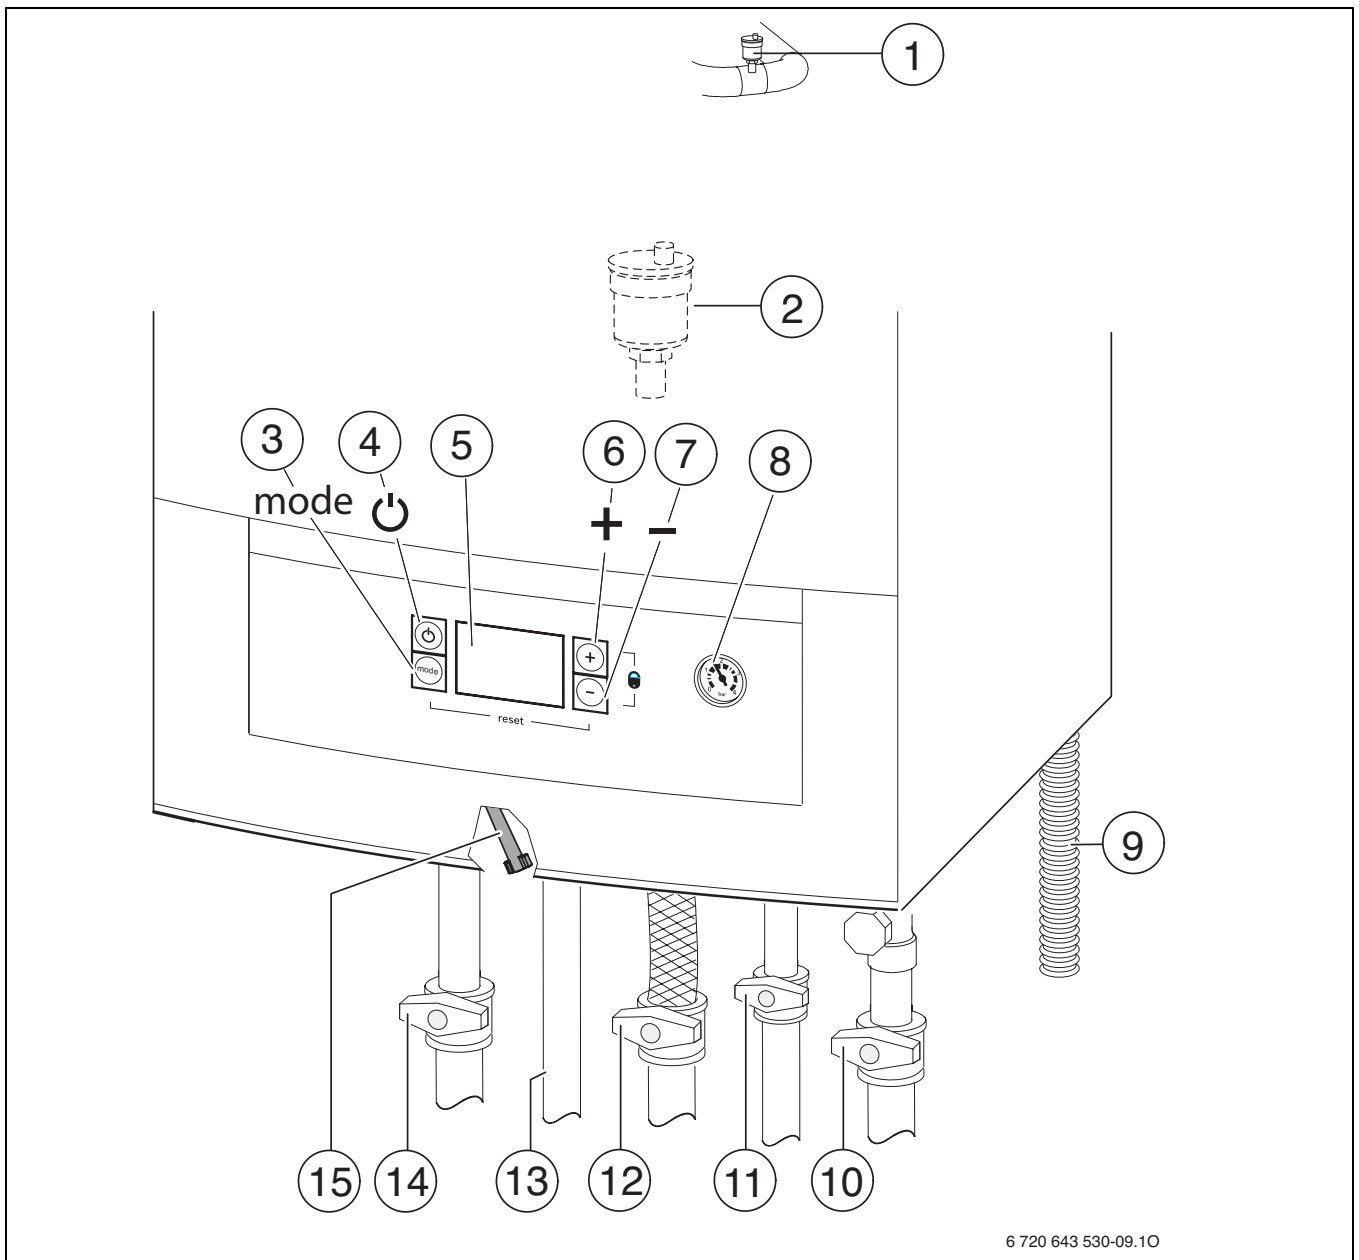

Fig. 19
- ▶ Deschideți aerisitorul automat (lăsați-l deschis) (→ fig. 19, [2], pag. 25).
- ▶ Deschideți robinetul pentru apă rece (→ Fig. 19, [11]).
- ▶ Deschideți robinetul pe turul încălzirii și cel pe returul încălzirii (→ fig. 19, [14] și [10], pagina 25).
- ▶ Deschideți robinetul de gaz (→ fig. 19, [12]).